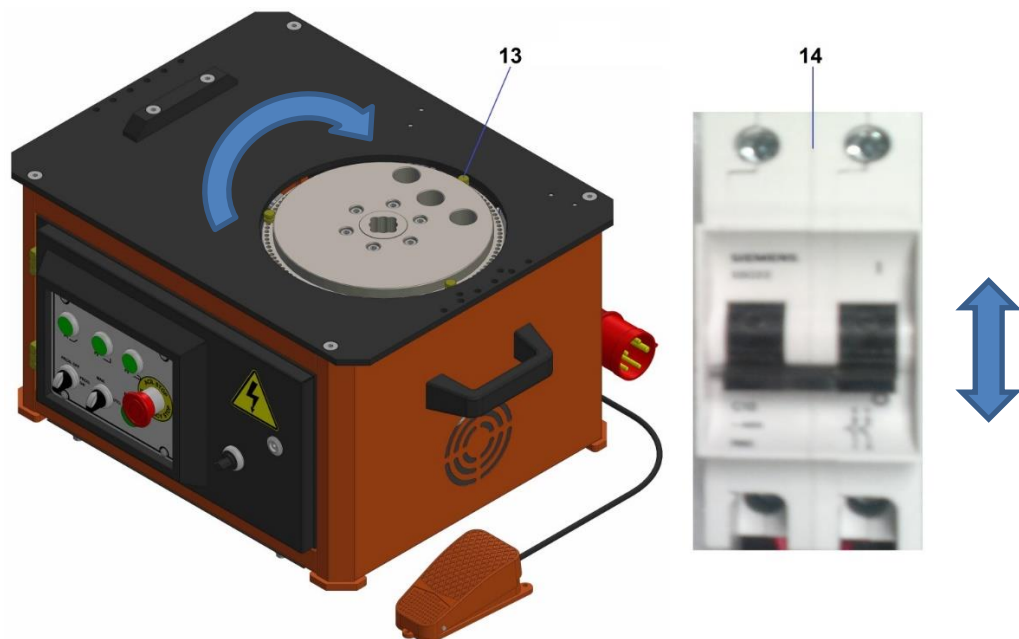

Figure 3: Détermination de la direction de rotation
- Localisez les pins de commutateur dans les petits trous autour du disque de cintrage pour ajuster l'angle de cintrage. (Figure 3 N° 13)